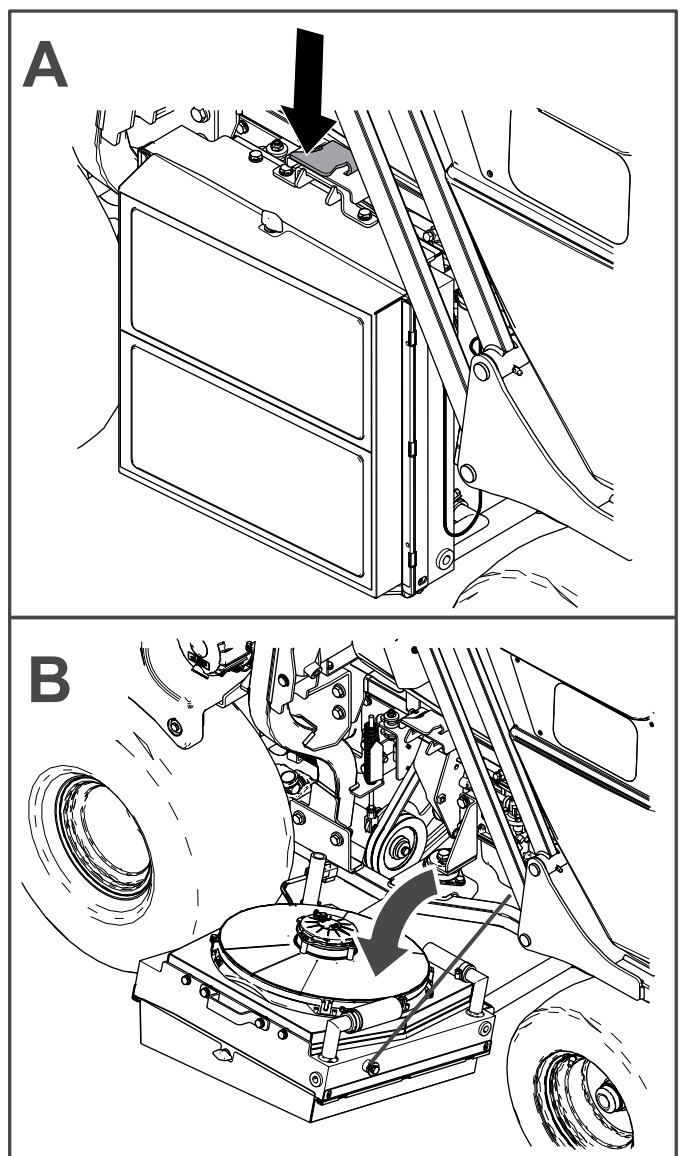
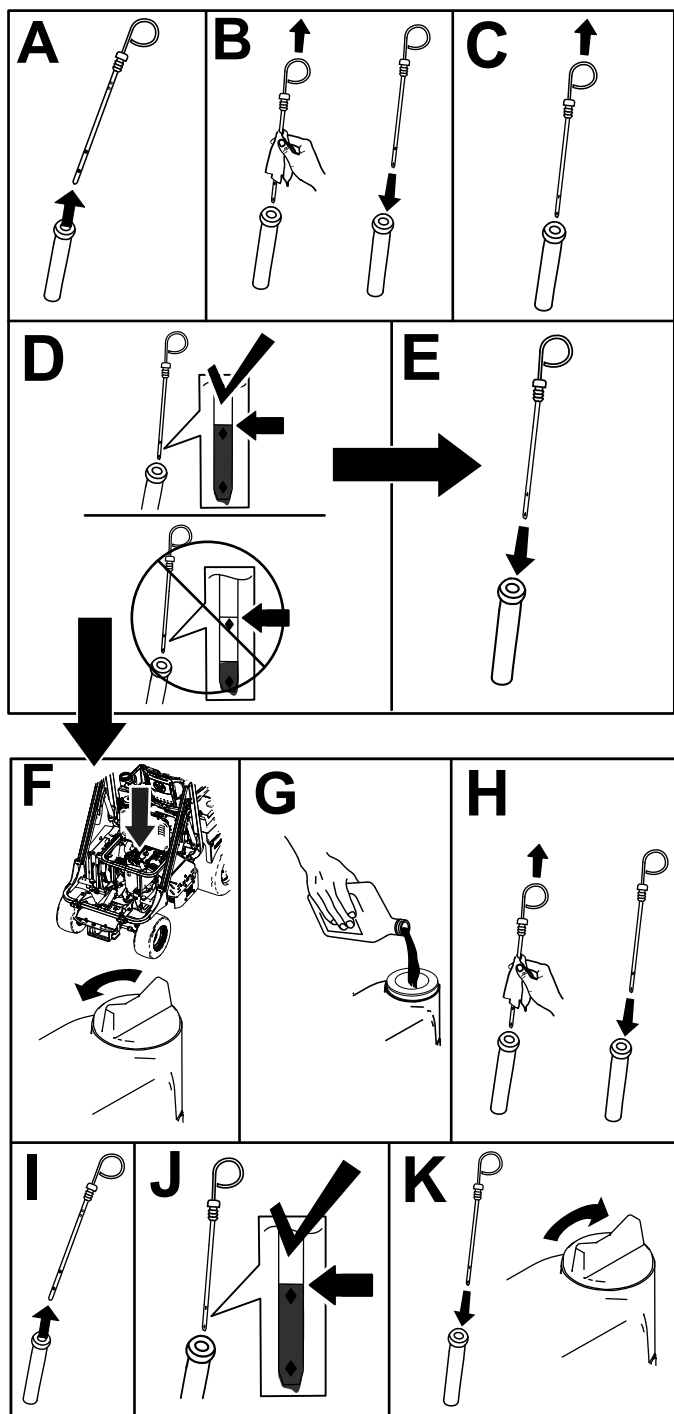

Figure 52
Figure 56
Appuyez sur le loquet et abaissez le radiateur pour accéder au moteur (Figure 52).
1. Abaissez le radiateur et contrôlez le niveau d'huile moteur comme montré à la Figure 52 et à la Figure 56.